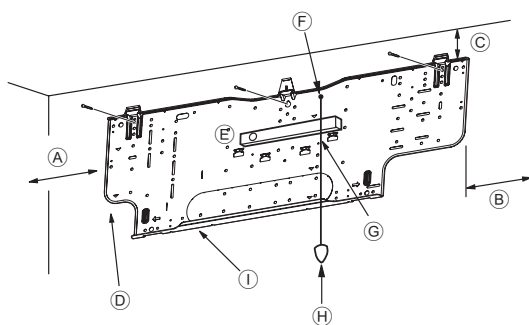
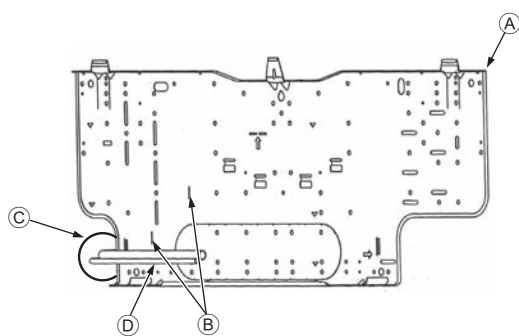

Fig. 3-4
Fig. 3-5
■ PKFY-P-VHM-E (Fig. 3-4)
- Ⓓ Bevestigingsschroeven (4 × 35) ②
- Ⓘ Ophangplaat ①
3.3. Bij het inbrengen van de pijpen in de muur (Fig. 3-5)
- Ⓐ Ophangplaat ①